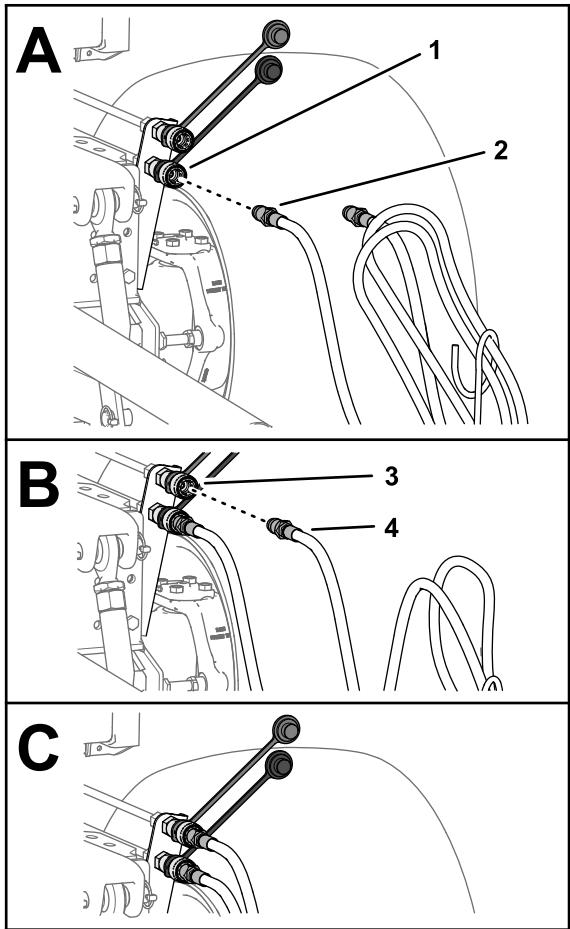

図 29
7. アタッチメントについている伸長用ホースのクイックディスコネクトを本機の伸長用ポートのクイックディスコネクトに接続する図 29。
8. アタッチメントについている収縮用ホースのクイックディスコネクトを本機の収縮用ポートのクイックディスコネクトに接続する図 29。